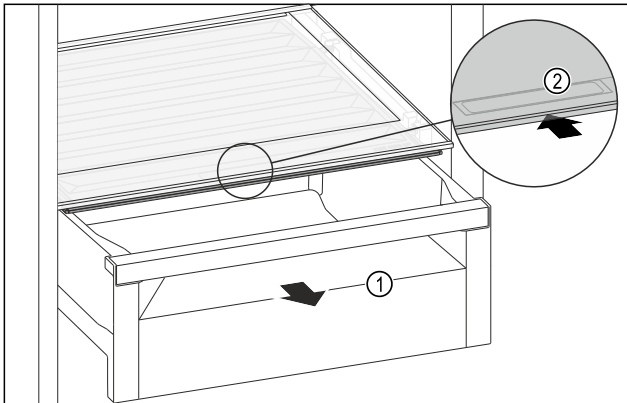

Fig. 201
- Retirer le tiroir Fig. 201 (1).
- Saisir la poignée encastrée Fig. 201 (2) du couvercle du compartiment et pousser le couvercle du compartiment vers l'arrière.